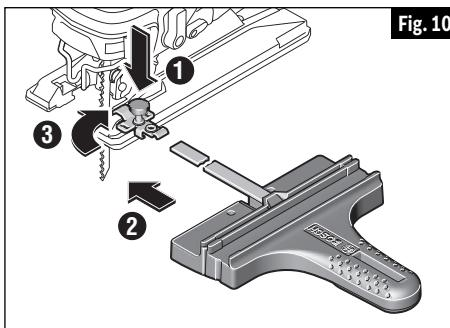

Fig. 10
8. Coloque el pomo o los pomos de fijación en el lado apropiado de la(s) abrazadera(s) y apriete firmemente el pomo o los pomos de fijación en la(s) abrazadera(s) (Fig. 10).